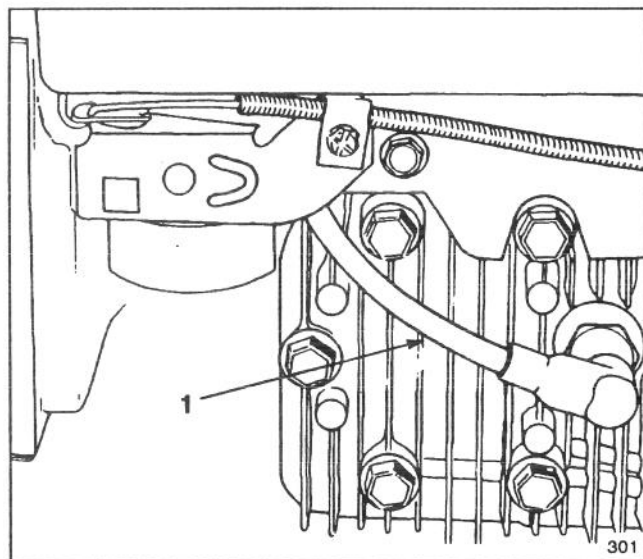

Figure 17
2. Brancher le fil d'allumage sur la bougie (Fig. 17).
1. Arrêter le moteur et débrancher le fil de la bougie (Fig. 17).
1. Arrêter le moteur et le laisser refroidir. Débrancher le fil de la bougie (Fig. 17).